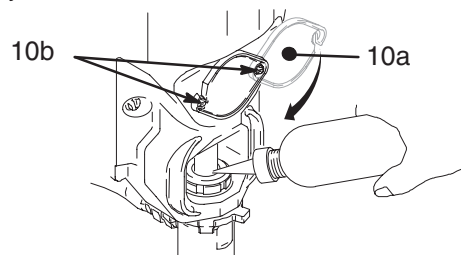

Fig. 16
7. Fig. 16. Llene la tuerca prensaestopas con líquido TSL de Graco, hasta que el líquido rebose por la parte superior de la junta.